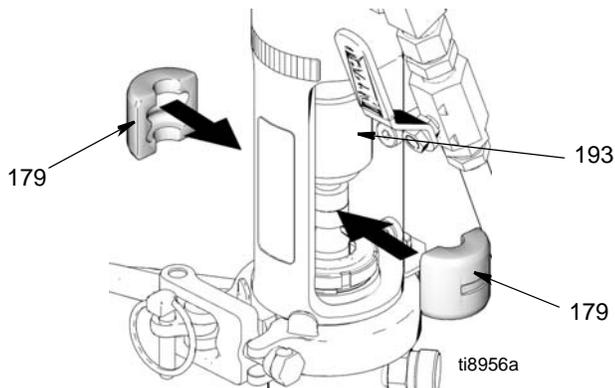

FIG. 24
5. (Fig. 24) Faça deslizar a cobertura do engate (193) para cima, para expor a haste da bomba. Instale os engates (179) sobre a haste.